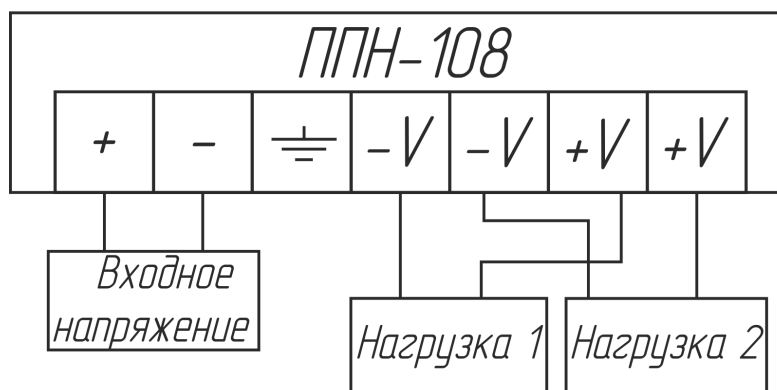

Рисунок 2 – Схема подключения изделия
1.3.2 Подключение входного питания осуществляется на клеммы «+» и «-», нагрузки подключаются на клеммы «-V» и «+V», см. рисунок 2.